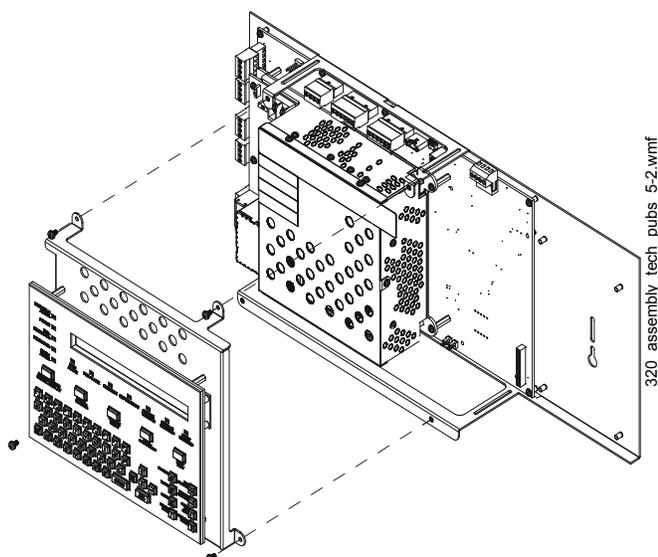

Figura 3.2 Remover e voltar a instalar o KDM-R2
1. Tirar e reinstalar o KDM-R2 como exibido na figura 3.2. Pode ser conveniente realizar uma fiação do campo básico antes de voltar a instalar o KDM-R2.